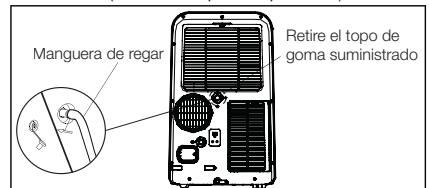

Fig. 25
1. Durante el modo de deshumidificación, necesitará una manguera (se vende por separado) para extraer el agua de condensación de la unidad. Retire el tope de goma del conector de la manguera y, a continuación, enrosque una manguera al conector como se muestra en la fig. 25.